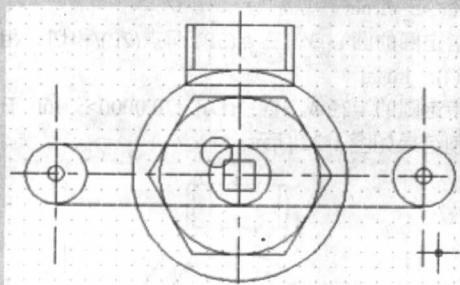

图 1-25 画小圆
(8) 单击“绘图”|“圆”，画一个小圆，如图 1-25 所示。